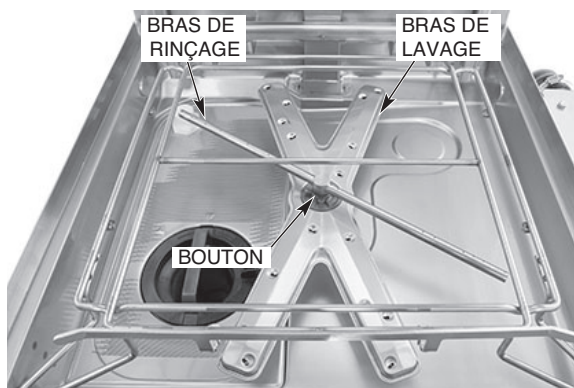

Fig. 24
7. Assurez-vous que les bras de lavage et de rinçage supérieurs et inférieurs (Fig. 24, 25) tournent librement et ne sont pas obstrués. Si ce n'est pas le cas, retirez les bras et éliminez les obstructions éventuelles. Reportez-vous à la section Entretien, page 35.